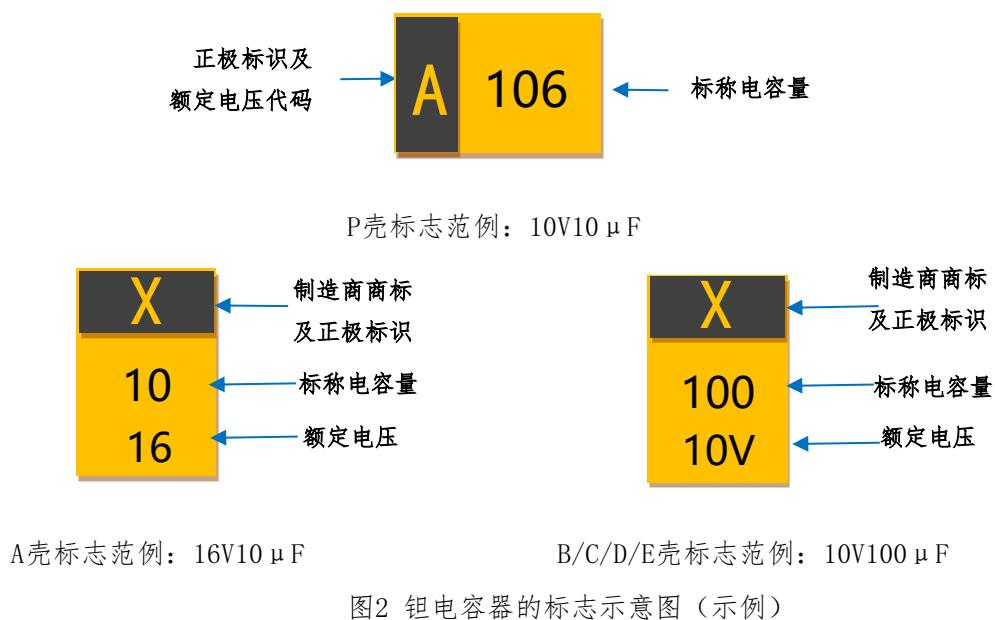

图2 钽电容器的标志示意图 (示例)
(1) 制造商商标及正极标识
(2) 标称电容量
(3) 额定工作电压
5.2 标志说明 (见图2)